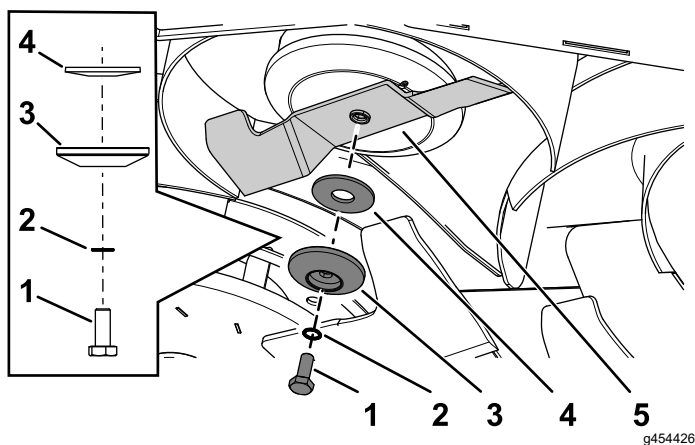

Figura 110
2. Instale a lâmina utilizando o parafuso da lâmina previamente removido, a anilha dentada, a fixação da lâmina e a anilha curva (Figura 110).